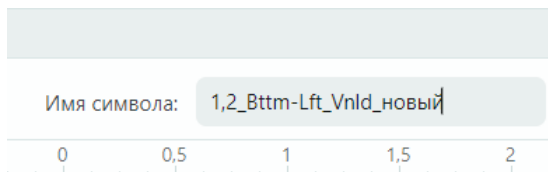

Рис. 148 Ввод имени символа
3. В поле «Имя символа» введите новое название, см. Рис. 148.